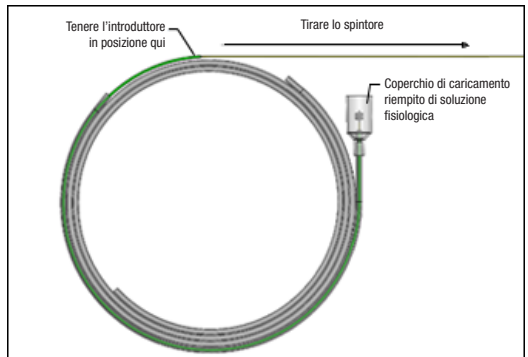

Figura 5: tirare lo spintore in direzione prossimale per retrarre l'impianto
16. Con una mano che fissa l'introduttore verde, afferrare lo spintore e tirare delicatamente in direzione prossimale per iniziare a retrarre l'impianto, vedere Figura 5.